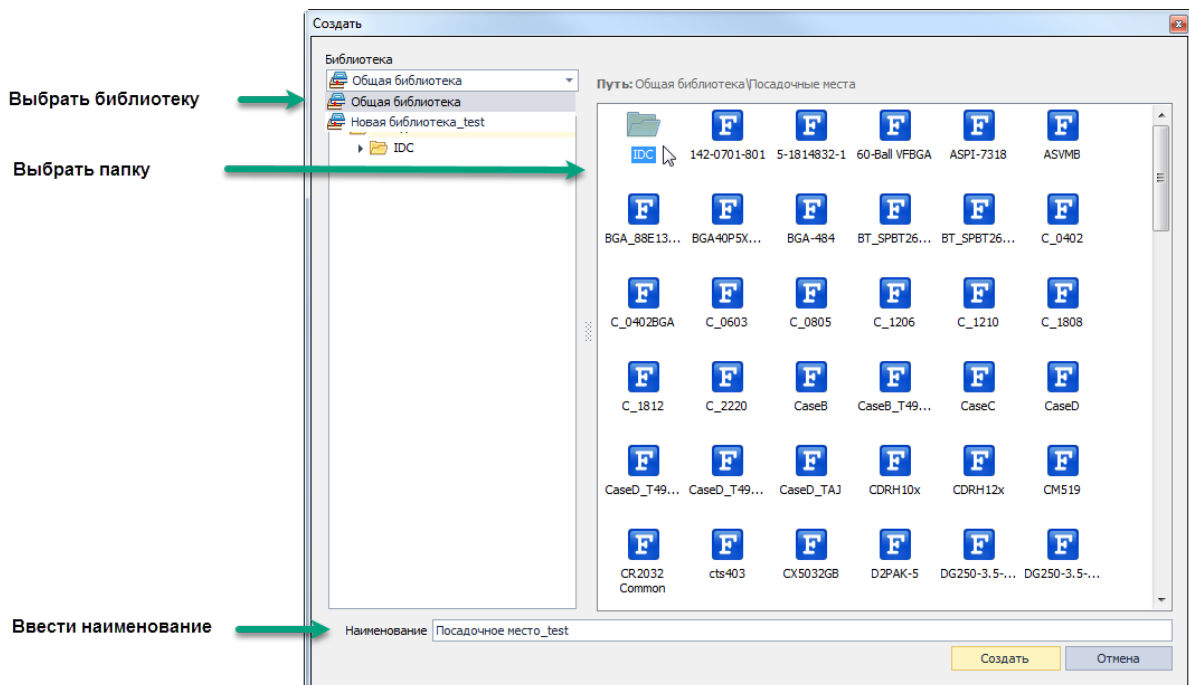

Рис. 78 Выбор библиотеки, в которой будет создано посадочное место
- Выберите библиотеку, в которой будет создано посадочное место, и укажите папку, в которой оно будет храниться, введите наименование посадочного места и нажмите кнопку «Создать», см. Рис. 78.